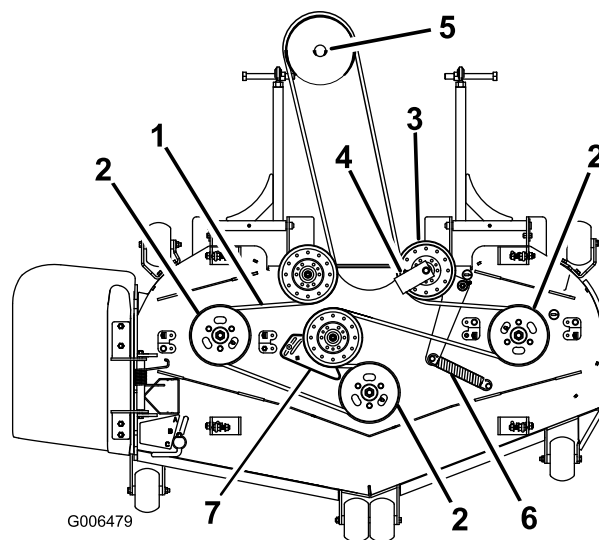
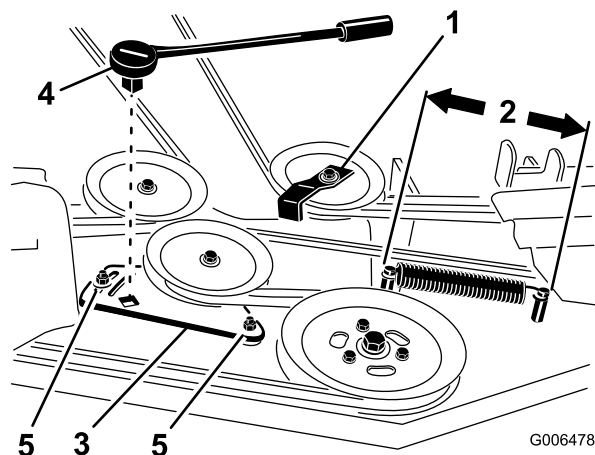

Figura 65
Figura 67
4. Para cortacéspedes de 183 cm (72"), afloje los pernos que sujetan la chapa de la polea tensora (Figura 67).
6. Retire la guía de la correa de la polea tensora tensada con muelle según se muestra en Figura 65 y Figura 67.
8. Pase la correa nueva alrededor de las poleas del cortacésped y de la polea de la caja de engranajes, debajo del motor (Figura 65).
9. Instale la guía de la correa en la polea tensora tensada con muelle con un ángulo de 45 grados, como muestra Figura 65 y Figura 67. Apriete el perno a 37–45 N·m (27–33 pies-libra).
10. Instale el muelle tensor en los dos postes (Figura 65 y Figura 67).
4. Mida la longitud del muelle (Figura 67). Si la longitud del muelle es de una distancia de 25.4 a 26 cm (10" a 10¼") entre los postes, no se necesita ningún ajuste.
5. Afloje los pernos que sujetan la chapa de la polea tensora (Figura 67).
6. Introduzca una llave de carraca en el taladro cuadrado de la chapa de la polea tensora del cortacésped para ajustar la tensión (Figura 67).
26 cm (10" a 10¼") entre los postes, según se muestra en Figura 67.
8. Manteniendo la tensión de la correa y la longitud del muelle, apriete los pernos que fijan la chapa de la polea tensora (Figura 67).